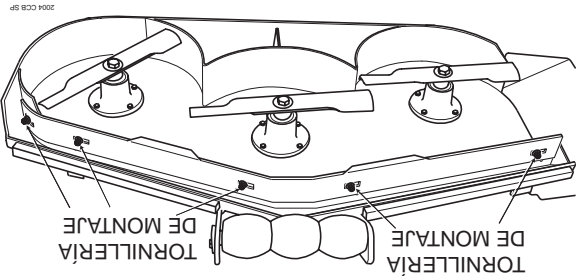

Figura 5. Deflector de corte personalizado
1. Quite los accesorios que aseguran el deflector de corte personalizado a la plataforma de corte (Vea la Figura 5, Página 12).